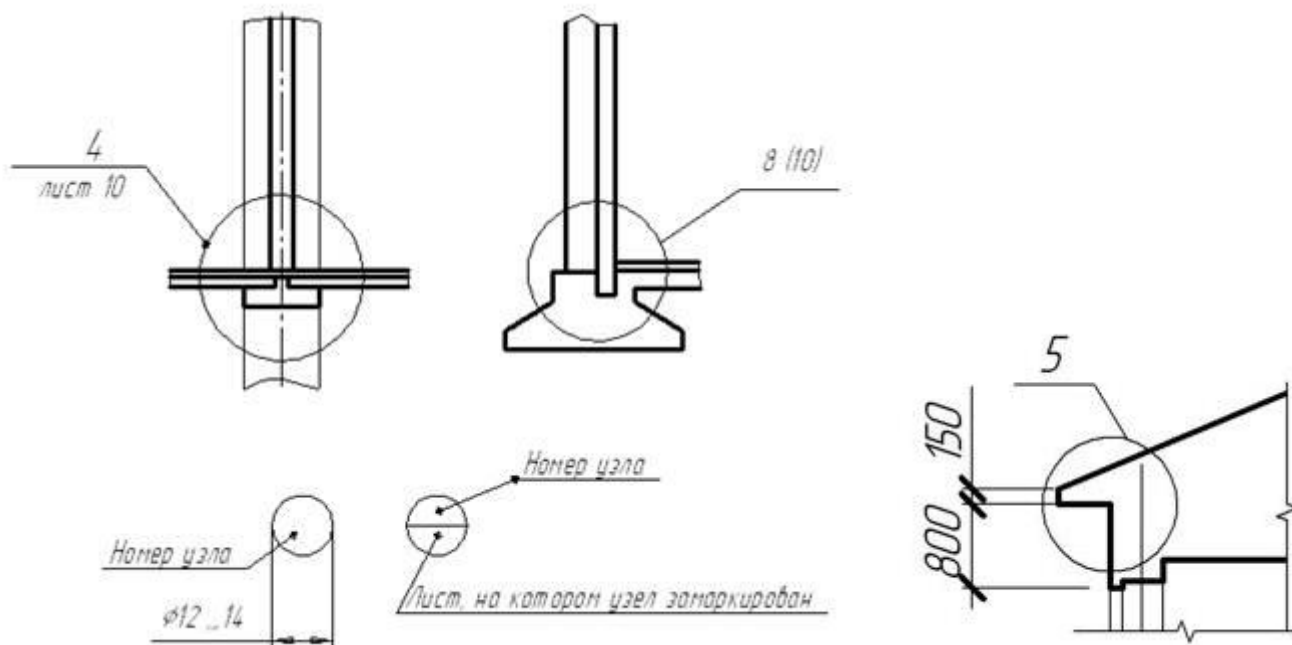

Рис.93 Условное обозначение узла на чертеже
3. Выносные узлы зданий обозначить маркировочным кружком диаметром 12...14 мм тонкой линией с цифровым обозначением узла, рис.93. Маркировочный кружок расположить над изображением узла. Размер цифр номера узла в 1,5..2 раза больше цифр размерных чисел чертежа.